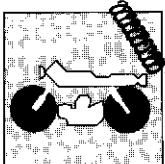

Fig. 8
13) Con veloci movimenti alternativi in successione, estrarre il tubo scorrevole dal tubo esterno (Fig. 8).